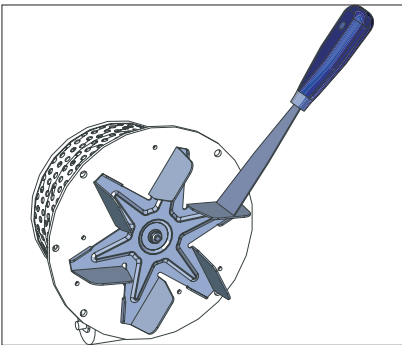

Fig. 63 Nettoyer la roue du ventilateur
- Retirer l'unité du ventilateur et nettoyer la roue de ventilateur – Fig. 63.